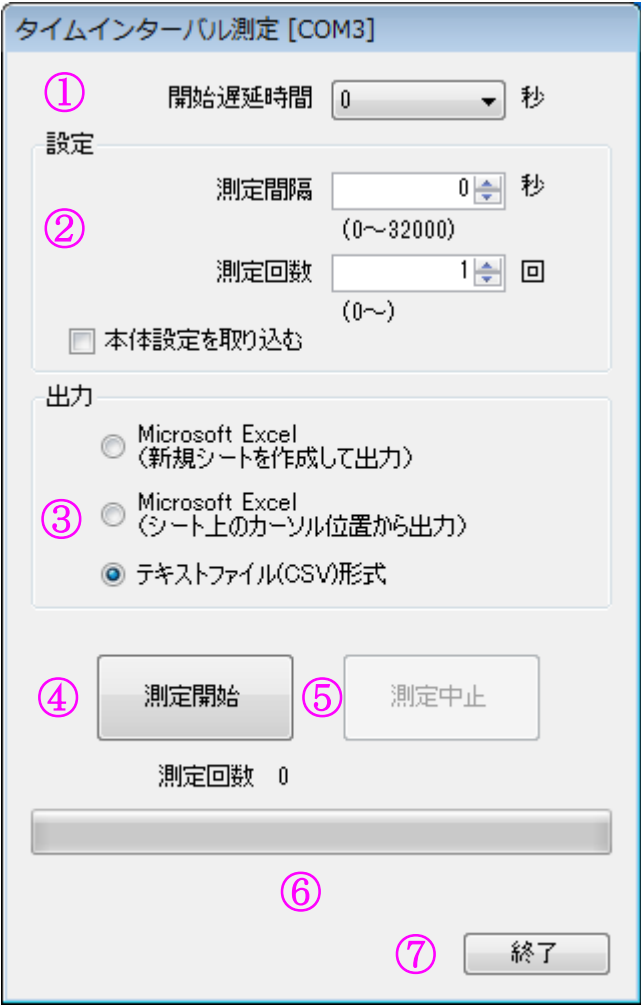

図 3-17. タイムインターバル測定
- (1) メニューバーの[測定]-[タイムインターバル測定]を選択します。
- (2) [タイムインターバル測定]の画面が表示されます。(図 3-17)
- (3) 設定、出力を指定して[測定開始]ボタンをクリックします。